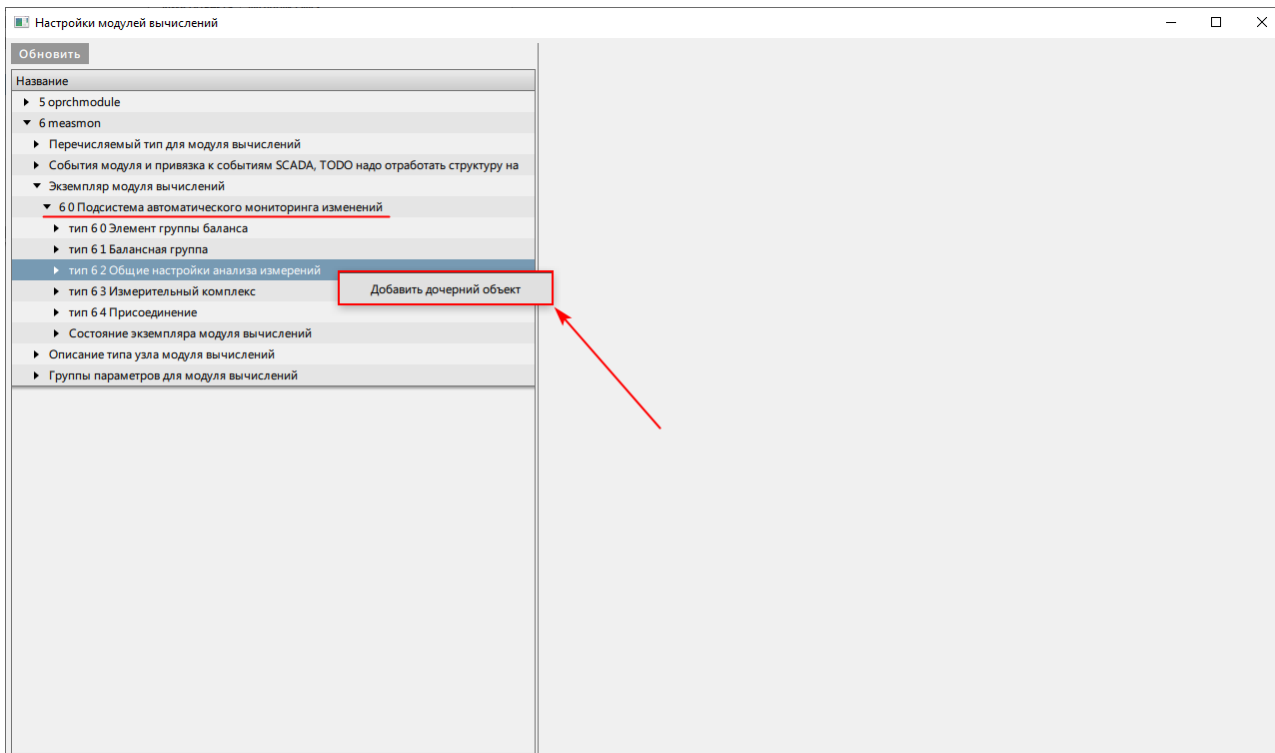

Рисунок 450 - Общие настройки анализа измерений
11. В узле экземпляра модуля вычислений нажмите ПКМ по тип 6 2 Общие настройки анализа измерений и выберите **Добавить дочерний объект** (Рисунок 450).